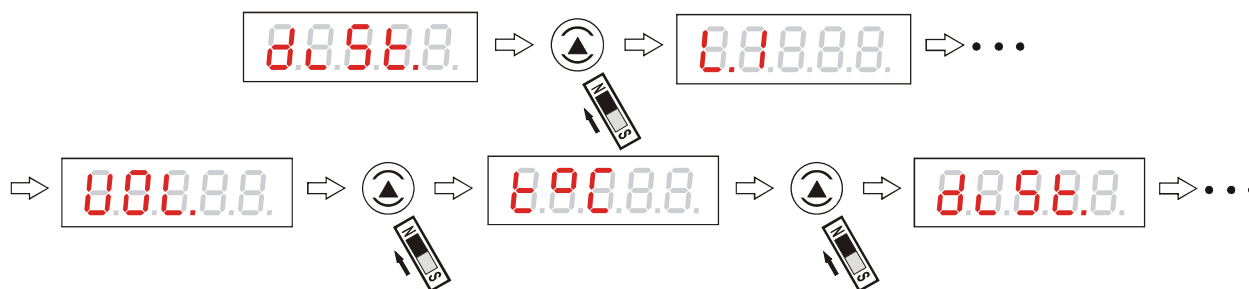

Рисунок 88 - Переход между режимами отображения
2.9.4 После вывода на цифровое табло текущего режима отображения последовательным “нажатием” кнопки «↑» можно осуществлять перебор режимов отображения, рисунок 88: